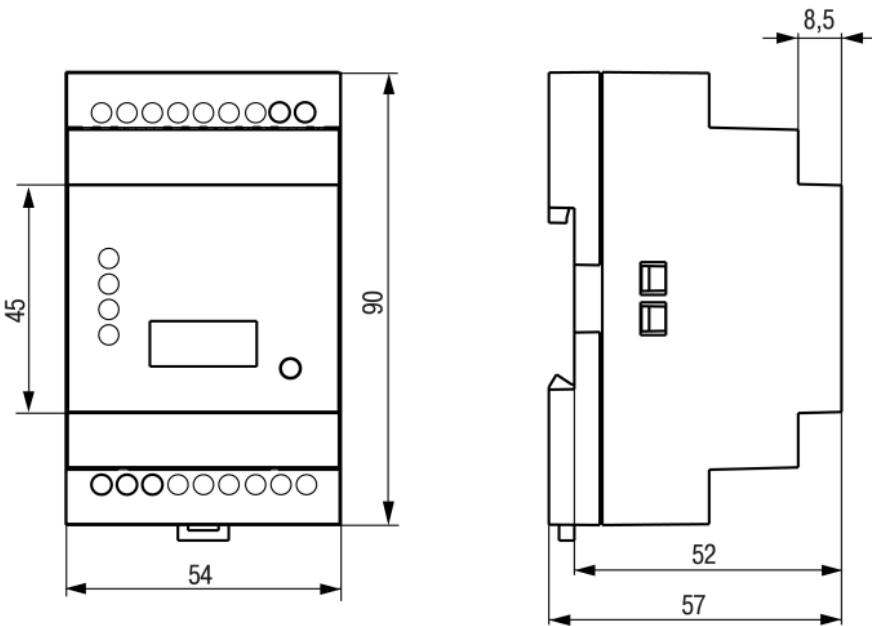

Рисунок 4.2 – Габаритные размеры прибора
1. Подготовить место на DIN-рейке для установки прибора (см. *рисунок 4.2*).